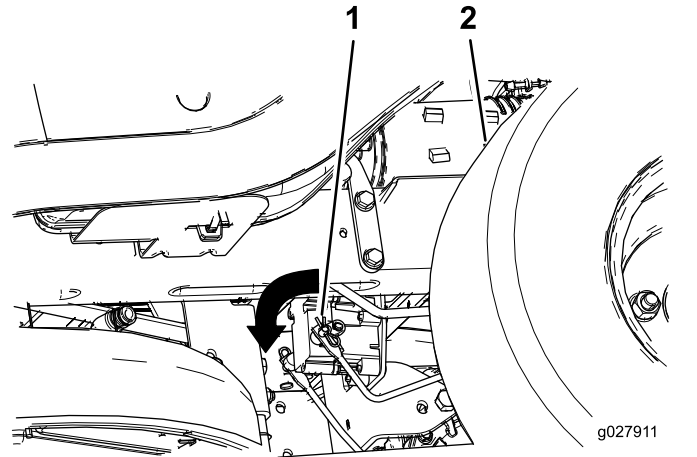

Figura 42
2. Localice el eje del freno eléctrico al que están conectados los brazos de enganche de los frenos (Figura 42).
3. Gire el eje hacia adelante para quitar el freno (Figura 42).